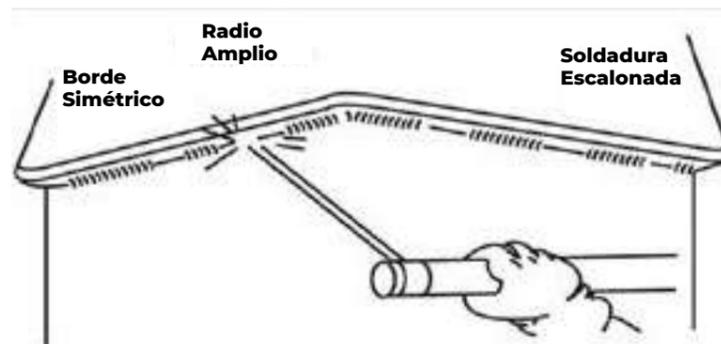

Ilustración 22
- Usar el reverso de la soldadura de paso o soldadura escalonadas para minimizar las tensiones, (Ilustración 22)